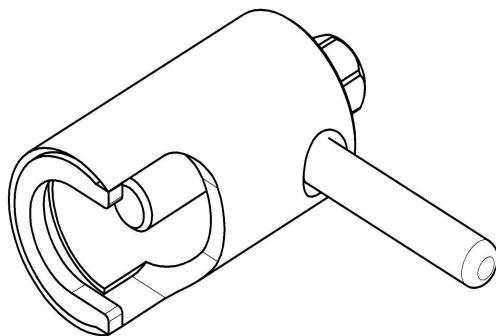

Рис. 9. Съемник крыльчатки(11000002907).
- снять крыльчатку при помощи специального съемника (рис. 9);